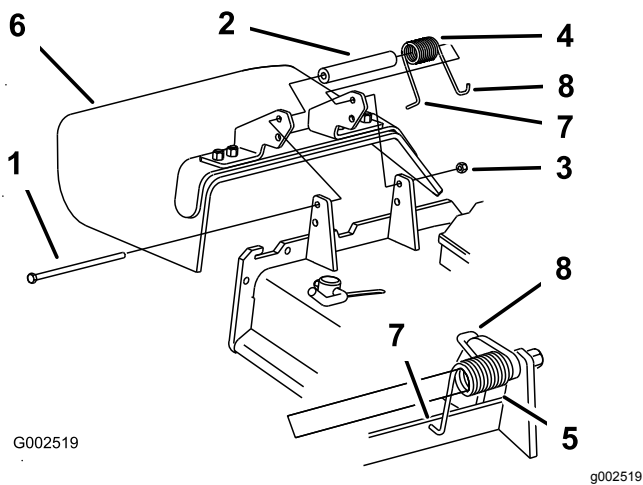

Bild 114
1. Entfernen Sie die Sicherungsmutter, Schraube, Feder und das Distanzstück, mit denen das Ablenkblech an den Drehhalterungen befestigt ist (Bild 114).
Hinweis: Stellen Sie sicher, dass sich das L-Ende der Feder hinter der Mähwerkkante befindet, bevor Sie die Schraube einsetzen, siehe Bild 114
5. Führen Sie das J-förmige Hakenende der Feder um das Ablenkblech (Bild 114).